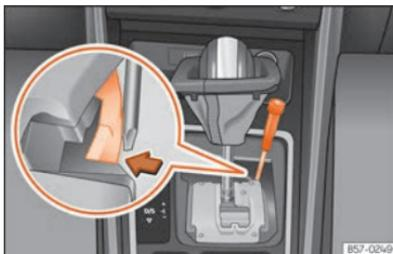

Abb. 104 Wählhebel: Notentriegelung aus der Parkstellung
- Drücken Sie seitlich mit Hilfe der flachen Seite des Schraubendrehers auf die gelbe Taste und halten Sie sie gedrückt **>>> [Abb. 104]**.